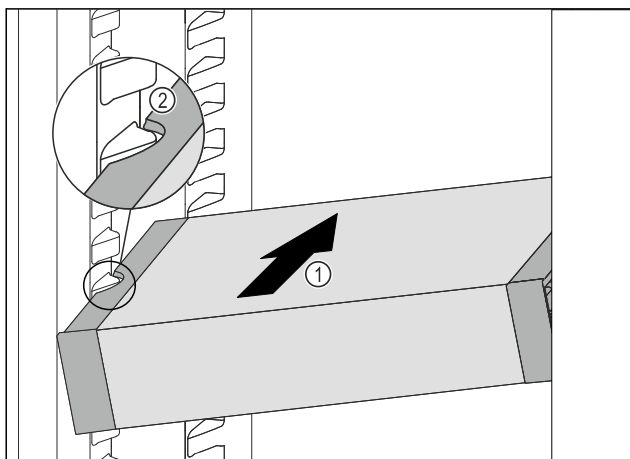

Fig. 96
- A VarioSafe fiókot ferdén tolja be a hűtőrészbe Fig. 96 (1) annyira, hogy a VarioSafe oldalsó kivágásai Fig. 96 (2) a hűtőrészben a tartóborda magasságában legyenek.